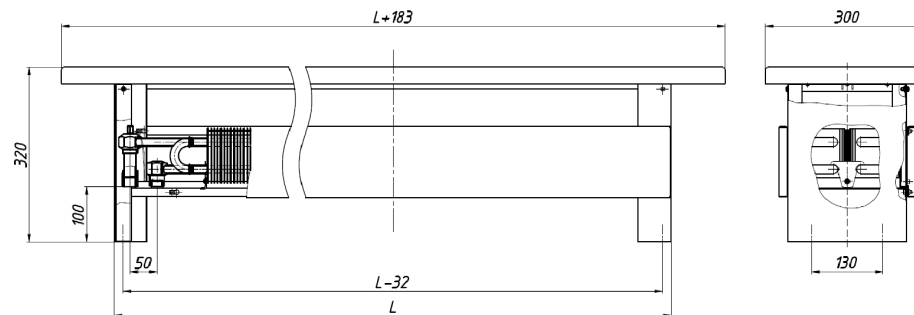

Рис. 1 Конвектор-скамья с двоянным тепловым пакетом, нижним подключением
4.1. Конвектор-скамья состоит из следующих основных частей (Рис.1):
4.2. Размеры и технические характеристики изделия представлены на Рис.1 и в таблице 1.